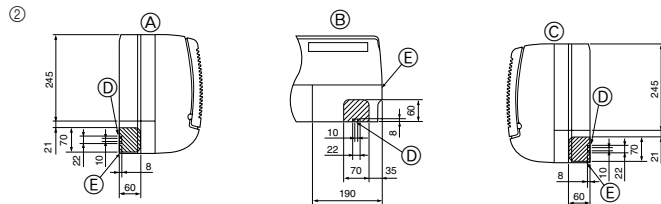

Fig. 4-4
② Определите положение пробиваемых отверстий на корпусе прибора. (Fig. 4-4)